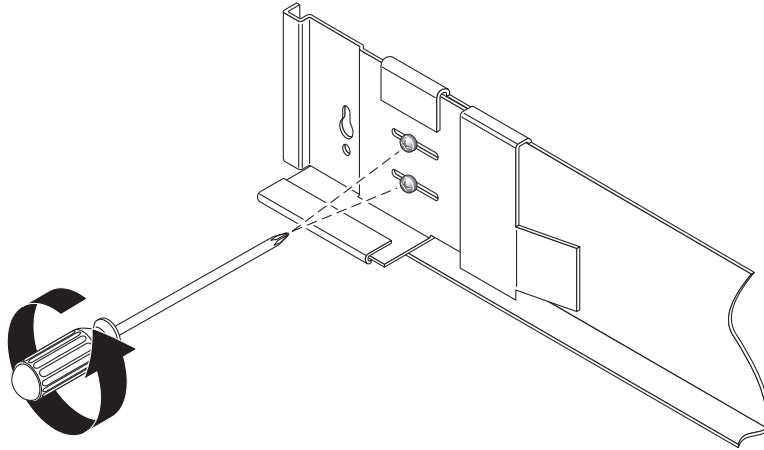

FIGURE 2-2 Dévissage des vis des rails pour en régler la longueur
1. À l'aide d'un tournevis cruciforme n°2, desserrez les vis des rails latéraux et réglez chaque rail au maximum de sa longueur (FIGURE 2-2).